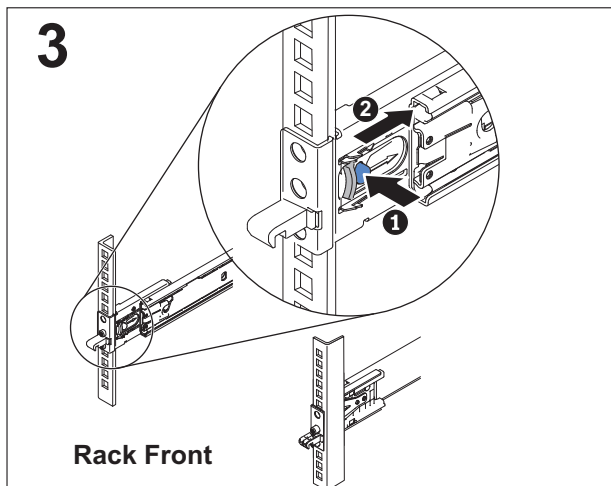

Figura 38. Removendo a extremidade frontal dos trilhos deslizantes
2. Remova a extremidade frontal dos trilhos deslizantes, conforme mostrado em Figura 38 na página 58.